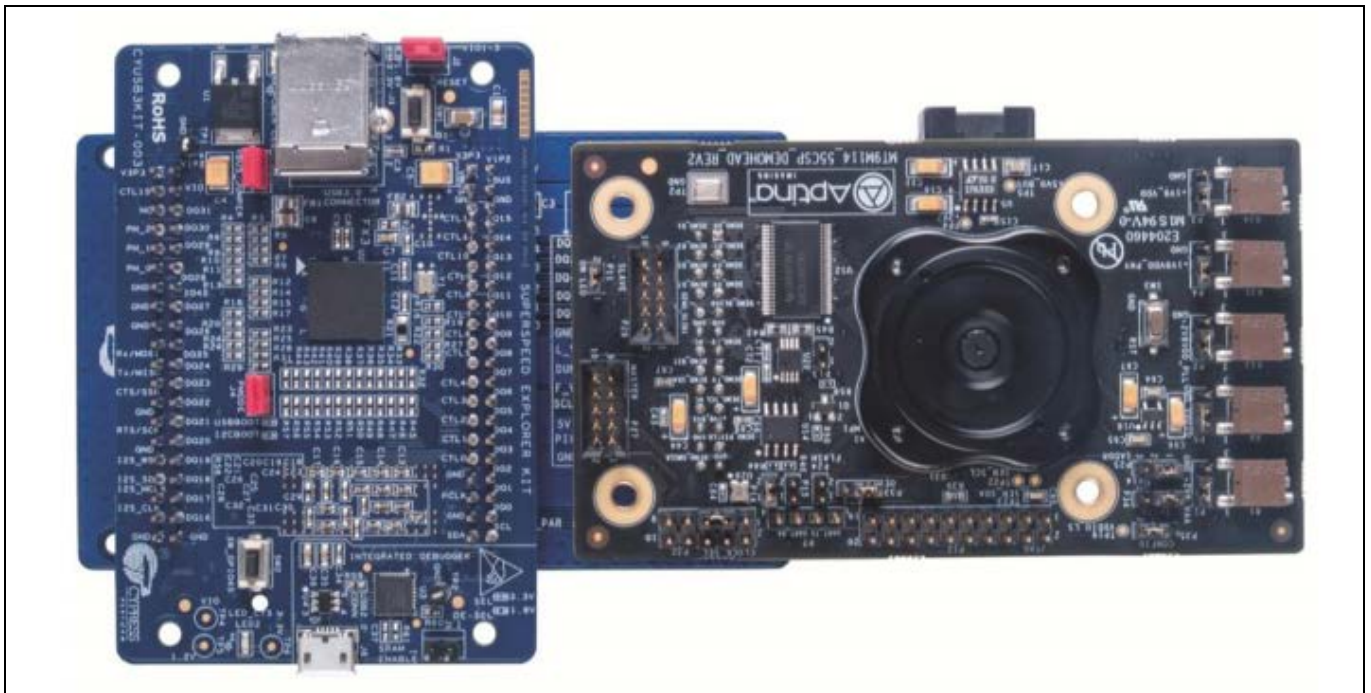

Figure 61 SuperSpeed Explorer キット、Aptina 相互接続、および Aptina センサー基板アセンブリ
2. Aptina Interconnect Board Quick Start Guide の指示に従って、SuperSpeed Explorer キット、相互接続ボード、および Aptina Image Sensor 基板を組み立てます。Figure 61 にアセンブリを示します。